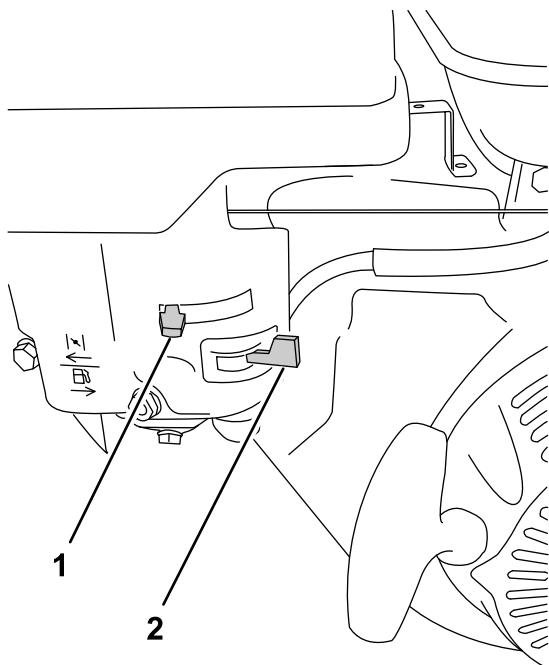

Figura 14
- Mueva la válvula de cierre del combustible a la posición de ABIERTO (Figura 14).
- Coloque la palanca del estárter como se indica a continuación (Figura 14):